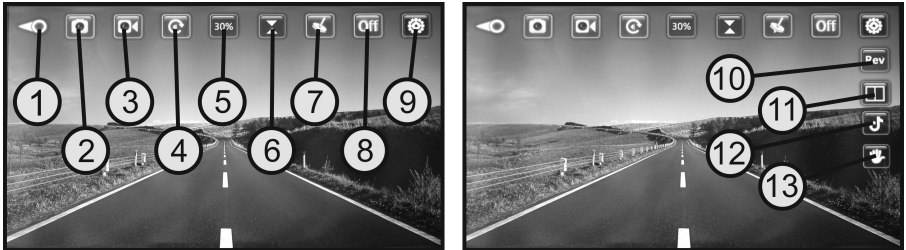
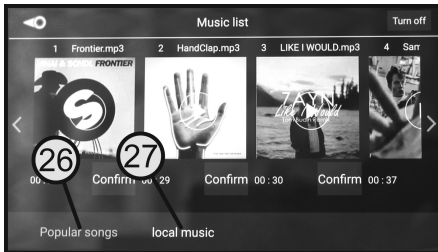

Bild 19
Bild 26
Die in Bild 19 gezeigten Symbole haben folgende Funktion:
Wird die Schaltfläche für die Einblendung der virtuellen Steuerknüppel (siehe Bild 19, Pos. 8) betätigt, erscheinen weitere Einblendungen und Schaltflächen:
Die in Bild 19 bis 21 gezeigten Hintergrundbilder erscheinen nur dann, wenn die App ohne eingeschalteten Hubschrauber aktiviert wurde. Wenn der Hubschrauber eingeschaltet und mit dem Smartphone gekoppelt ist, erscheint das aktuelle Kamerabild im Hintergrund.
➔ Bei Bedarf kann das Smartphone auch in eine Videobrille eingelegt werden. In diesem Fall ist das Bild mit Hilfe der Schaltfläche für die VR-Umschaltung (siehe Bild 19, Pos. 11) umzuschalten. Das große Gesamtbild wird dann in zwei Einzelbilder zerlegt, um in der Brille einen 3D-Effekt zu erzeugen.
Wenn das Smartphone mit dem Hubschrauber gekoppelt ist und das Kamerabild im Display erscheint, muss lediglich die Schaltfläche für die Fotoaufnahme (siehe auch Bild 19, Pos. 2) oder die Schaltfläche für die Videoaufnahme (siehe Bild 19, Pos. 3) angetippt werden.
Wenn die Schaltfläche für die Gestensteuerung (siehe auch Bild 19, Pos. 13) aktiviert wurde, werden im linken Bildrand eine flache Hand (24) und eine Faust (25) sowie ein Rahmen in das Kamerabild eingeblendet.
Wenn Sie die Schaltfläche für das Musikarchiv (siehe auch Bild 19, Pos. 12) aktivieren, kommen Sie zur Musikliste. Sie haben dann die Auswahl zwischen voreingestellten Songs „Popular songs“ (siehe Bild 26, Pos. 26) oder der lokalen Musikliste „local music“ (siehe Bild 26, Pos. 27).
Nachdem Sie einen der Songs mit „Confirm“ ausgewählt haben, schaltet die Anzeige zurück auf das Kamera-Bild. Zusätzlich wird links im Bild ein Notenschlüssel eingeblendet (siehe Bild 26, Pos. 28).
Damit der Hubschrauber besser auf die Bewegungen der virtuellen Steuerknüppel reagiert, sollten Sie mit Hilfe der Schaltfläche für die Umschaltung der Steuerempfindlichkeit (siehe Bild 19, Pos. 5) die Steuerempfindlichkeit auf 60% oder besser 100% einstellen.